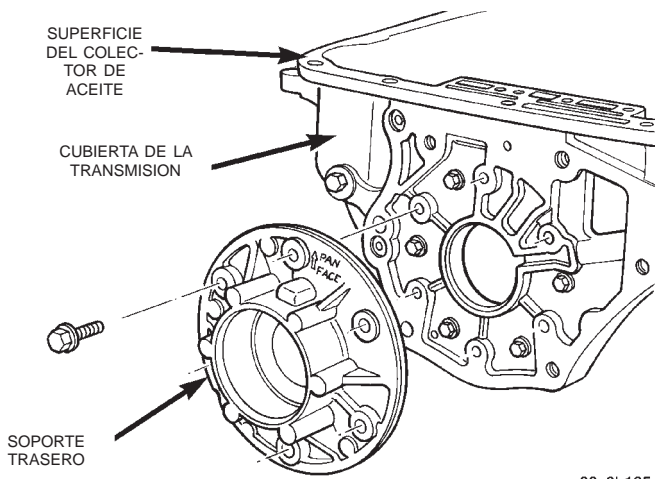
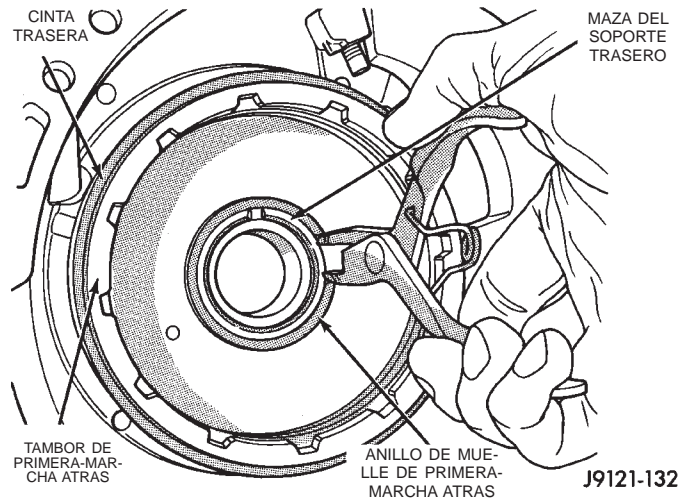

Fig. 94 Soporte trasero
Fig. 95 Anillo de muelle del tambor de primera-marcha atrás
(15) Sostenga el tambor de primera-marcha atrás en su posición de modo que el soporte trasero no lo expulse del acoplamiento de rueda libre.
(16) Inserte el soporte trasero en la abertura de la parte trasera de la caja de la transmisión (Fig. 94).
(17) Alinee el soporte con la flecha grabada en la dirección de la superficie del colector.
(18) Instale y apriete los pernos del soporte trasero con una torsión de 17 N·m (150 lbs. pulg.).
(19) Instale el anillo de muelle que retiene el tambor de primera-marcha atrás en la maza del soporte trasero (Fig. 95).